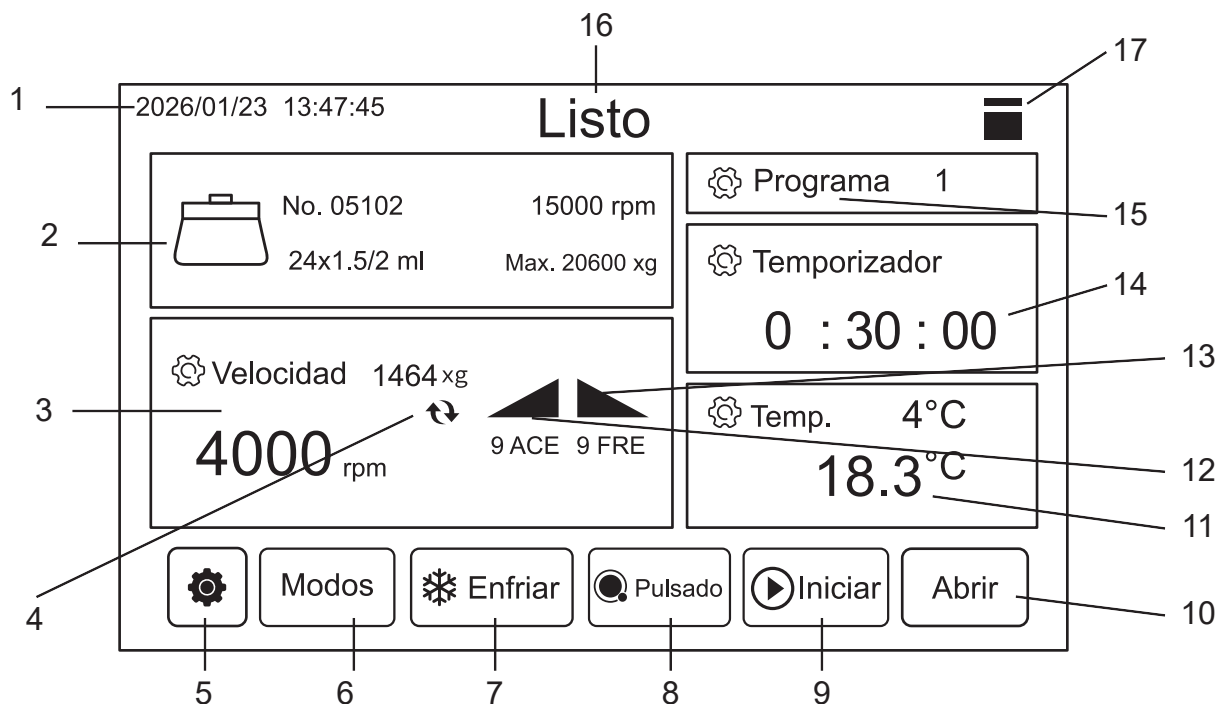

Figura 4. Panel de control
- El panel de control cuenta con una pantalla LCD táctil (Figura 4) y se divide en las siguientes partes, como se muestra a continuación: